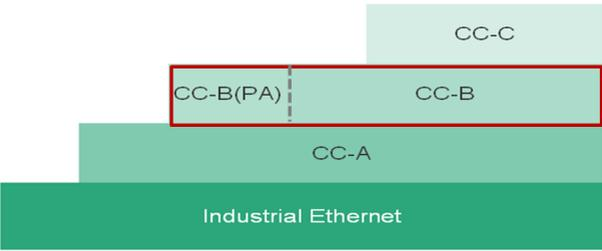

Abb. 1: Aufbau der Conformance Classes (CC) von PROFINET
Der Funktionsumfang von PROFINET ist zur Anpassung an unterschiedliche Einsatzgebiete skalierbar in mehrere, aufeinander aufbauende Conformance Classes (CC) eingeteilt (Abbildung 1). Diese fassen anwendungsorientierte Mindesteigen-